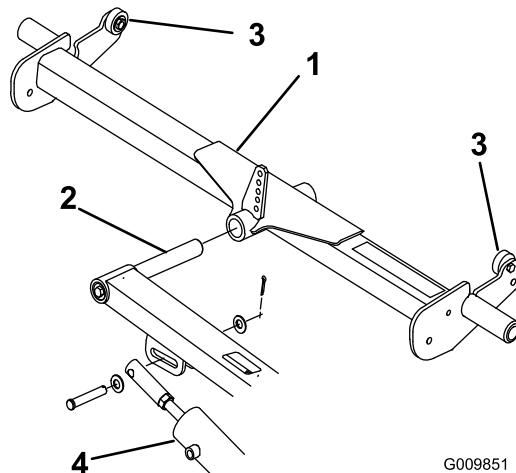

Bild 3
3. Drücken Sie ein Ende des Rahmens nach unten, bis der obere Anschlag an der gegenüberliegenden Seite die Unterseite des Fußtritts berührt (Bild 3).
- A. Nehmen Sie den Lastösenbolzen ab, mit dem das Stangenende des Hubzylinders am Hubarm befestigt ist (Bild 3).
- D. Ziehen Sie die Sechskantmutter fest, und verbinden Sie das Zylinderstangenende mit dem Hubarm (Bild 3).